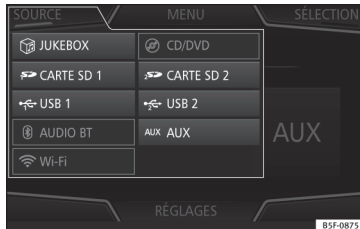

Fig. 212 Mode MÉDIA : changement de la source média.
- **OU** : Dans le menu principal *Média*, appuyez sur la touche de fonction **SOURCE** **>>> fig. 212** et sélectionnez la source multimédia souhaitée.